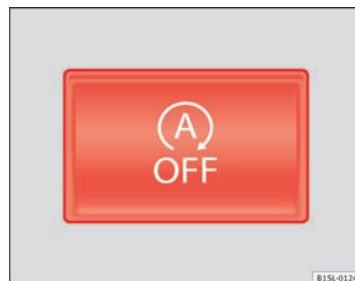

Fig. 97 Na parte superior da consola central: tecla do sistema Start/Stop.
- Pressione o botão  que se encontra na consola central ⇒ Fig. 97..